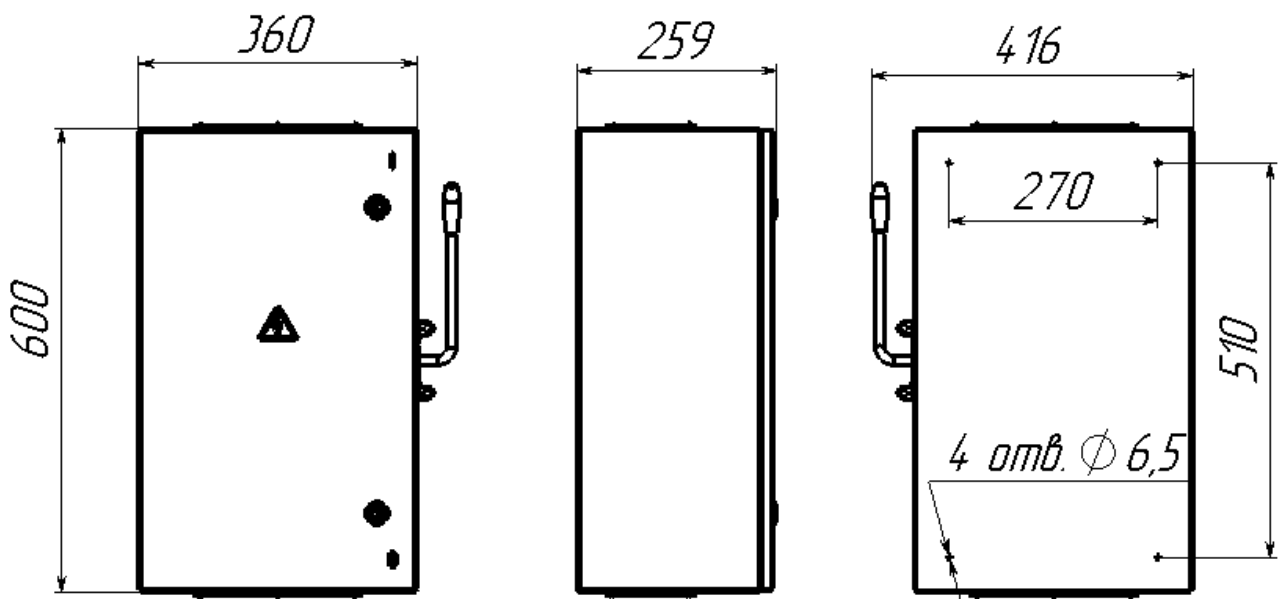

Рис.1. Внешний вид, габаритные и установочные размеры корпуса ящика силового ЯБПВУ-400-31-У3-Узола.
2.13. Габаритные и установочные размеры	- см. рис.1;